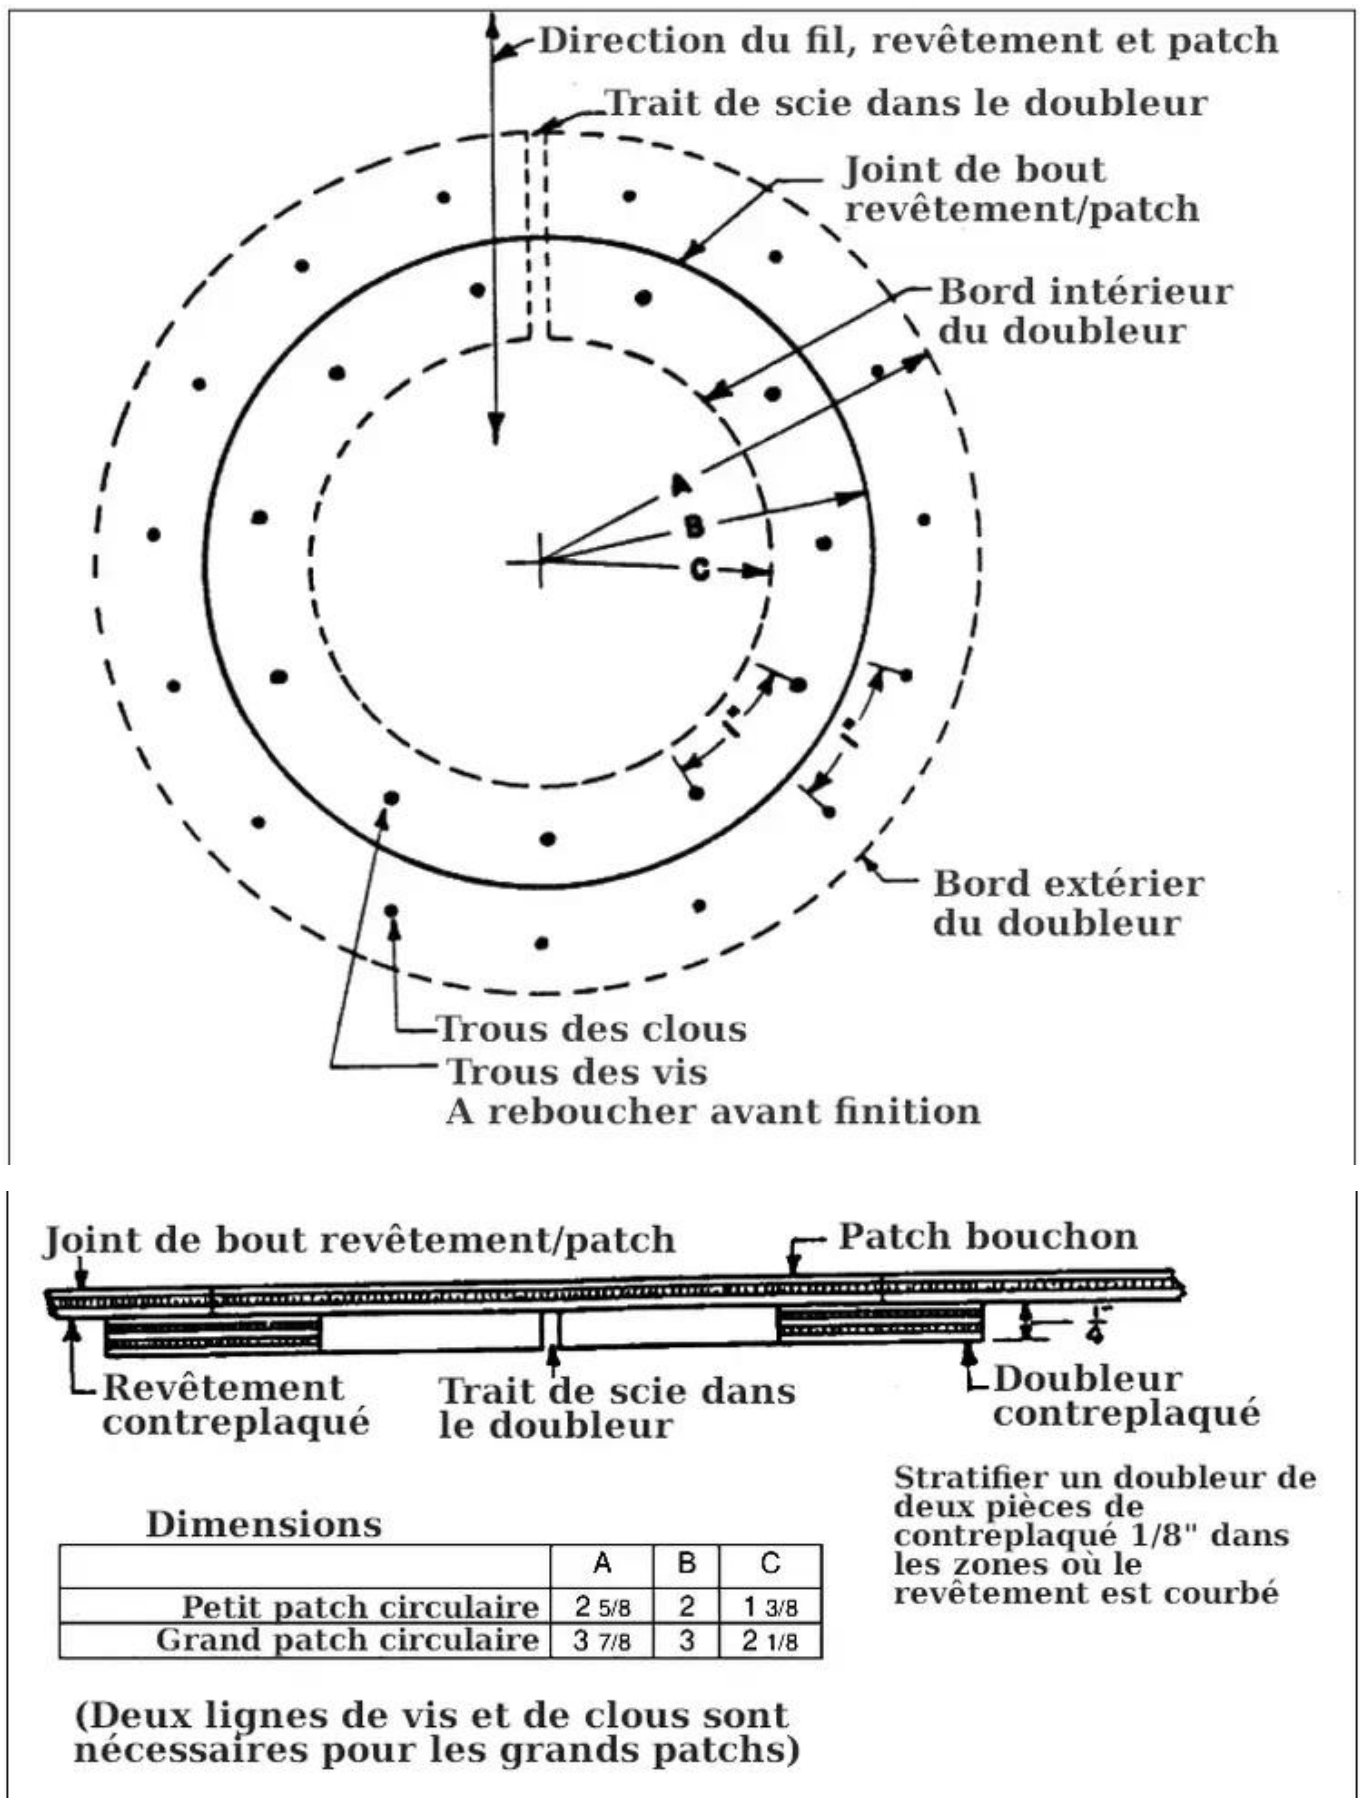

FIGURE 1-18. Patch bouchon ronds
(2) Les pièces bouchons rondes peuvent être réalisées en suivant les étapes de la figure 1-18. Les étapes sont identiques à celles de la pièce ovale à l'exception de l'introduction du renfort. Lors de l'utilisation de la pièce ronde, lorsque l'accès se fait d'un seul côté, le renfort rond ne peut pas être introduit à moins d'être fendu.